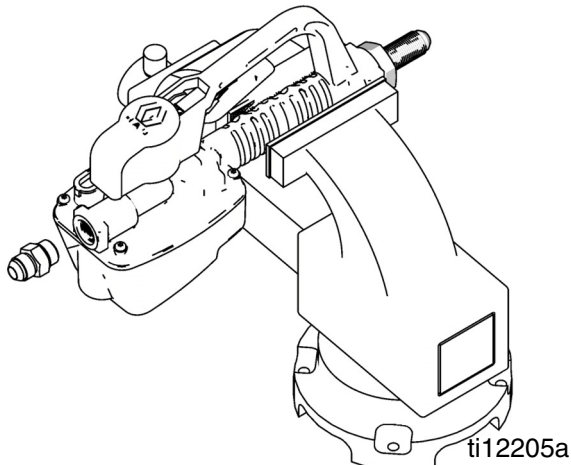

FIG. 6
6. Instale el accesorio (4) en la salida del medidor (FIG. 6). Ajuste el accesorio con una llave de tuercas.